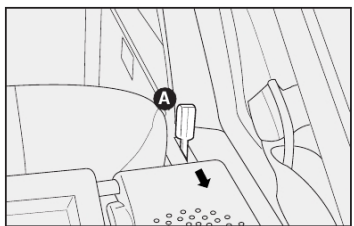

fig. 62
2) Desengatar o encosto, movendo as alavancas laterais **A-fig. 62** no sentido da seta.
5) Para reposicionar o encosto, voltá-lo à posição vertical e empurrá-lo até o completo travamento do mesmo nas travas superiores laterais. Após o travamento, pressionar as alavancas laterais **A-fig. 62** em direção à parte frontal do veículo.
ADVERTÊNCIA: o encosto do banco traseiro pode ser colocado em duas posições, de acordo com a necessidade de mais ou menos espaço no porta-malas. Para alterar a posição do encosto, empurre a alavanca A-fig. 62 no sentido indicado pela seta.